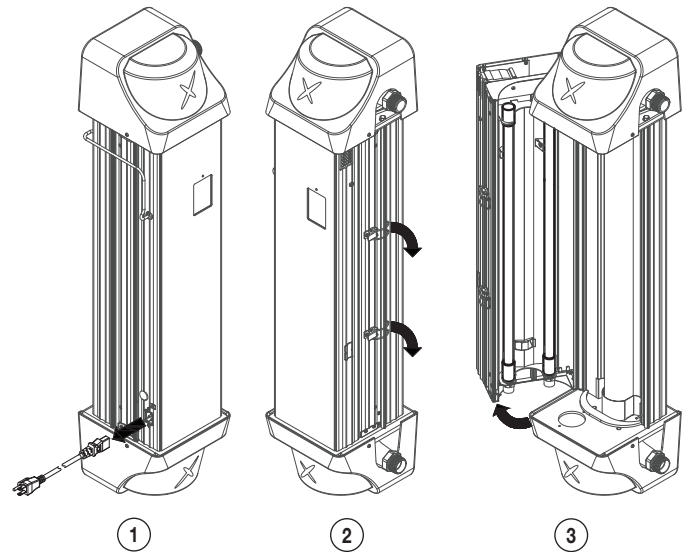

Figura 7-2
2. Consulte la Figura 7-2. Abra la cámara UV soltando el pestillo ubicado en el centro. Observe dónde se engancha el cable del pestillo en el elemento de extrusión; debe volver a engancharse de la misma manera.
3. Examine el manguito de cuarzo tanto por dentro como por fuera. Consulte la Figura 7.2. Si está limpio, no es necesario desmontar la unidad y puede cerrarla. Reinicie la unidad enchufándola.